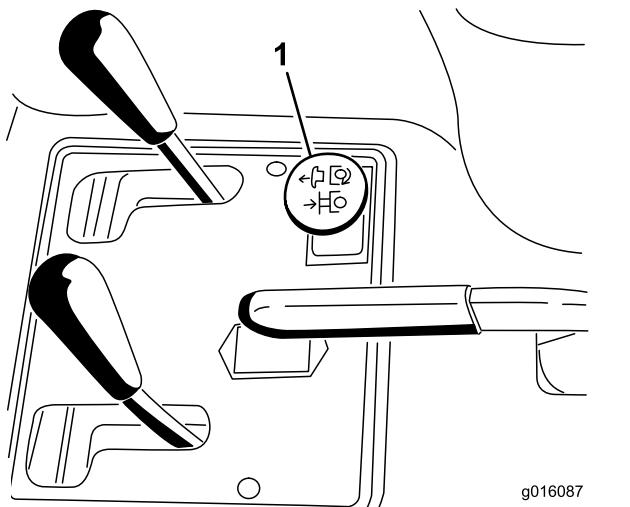

图 12
3. 向上拉遥控液压控制旋钮接合刀片图 12。
- 向下推遥控液压控制旋钮分离刀片图 12。